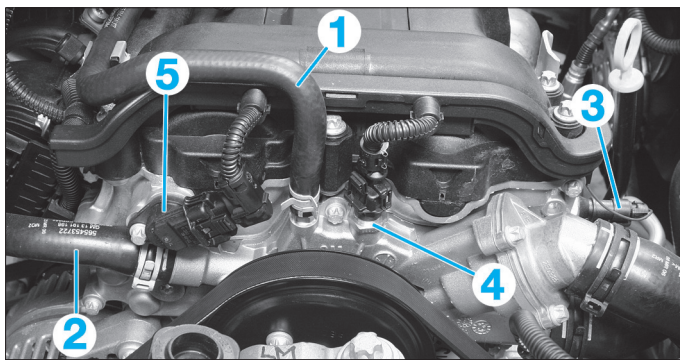
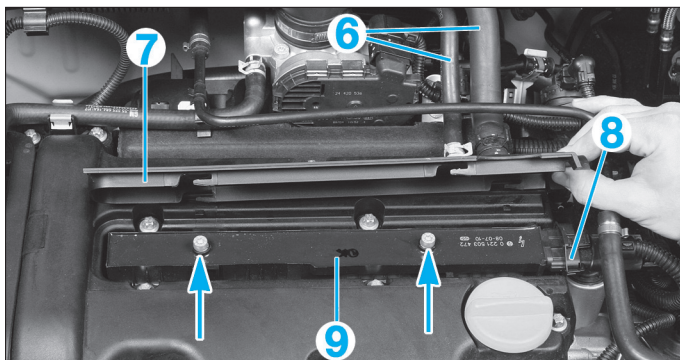

Fig. 5
Fig. 6
- Déposer (Fig.5) :
- la durite de liquide de refroidissement de réchauffage de boîtier papillon (1),
- la durite d'arrivée de liquide de refroidissement sur la pompe à eau (2).
- le manoccontact d'huile (3),
- la sonde de température de liquide de refroidissement (4),
- le capteur d'arbre à cames (5).
- Déposer les durits d'air (6) du couvre-culasse (Fig.6).
- Coulisser le cache (7) vers la boîte de vitesses et le déposer.
- Débrancher le connecteur (8) puis déposer (flèches) le module d'allumage (9).